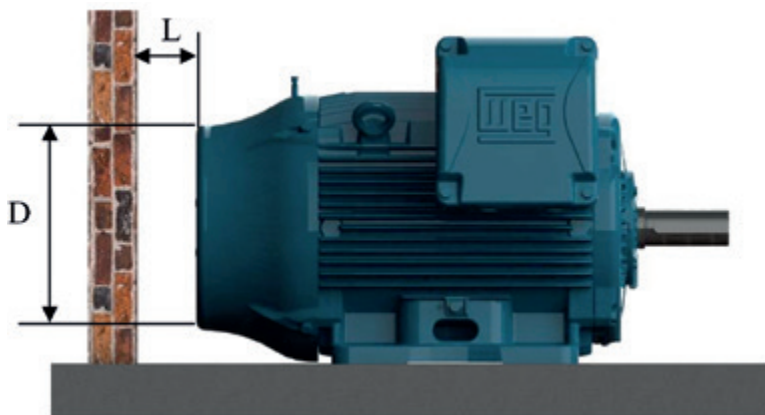

Figura 7.1 - Distanza minima del motore fino alla parete
- Le entrate e le uscite d'aria devono essere completamente non ostruite. La distanza minima dal muro più vicino (L) deve essere $\frac{1}{4}$ del diametro dell'ingresso d'aria del deflettore (D), come mostrato nella Figura 7.1